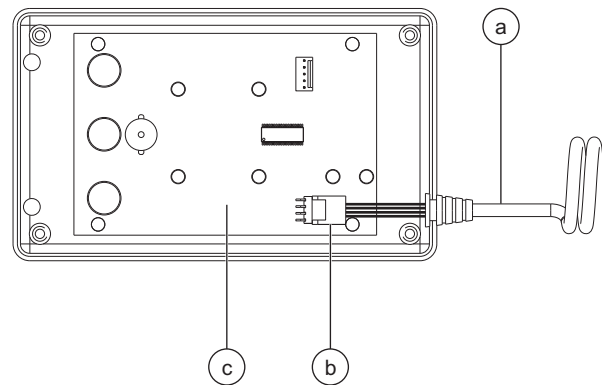

Ilustración 3
- 8 Utilizando unos alicates, sujete el conector del cable de la bobina y tire lentamente del cable en espiral alejándolo de la placa de circuitos. Ver ilustración 3.